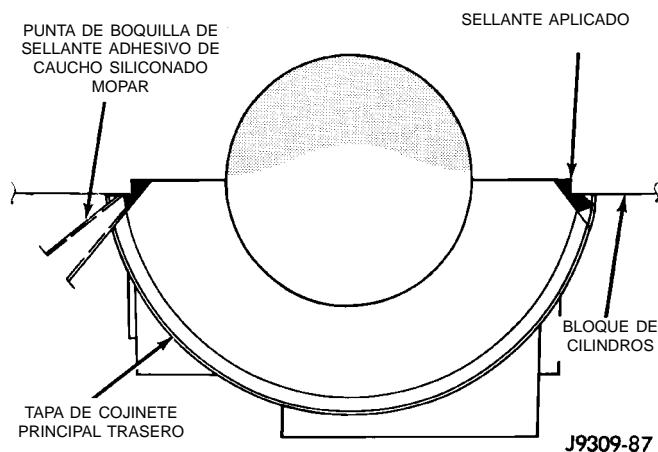

Fig. 41 Aplicación de sellante a la unión de la tapa del cojinete y el bloque
(8) Para alinear la tapa del cojinete, utilice la escotadura de la tapa, el perno de alineación y los pernos de la tapa. NO retire el exceso de material después del ensamblaje. NO golpee la tapa trasera más de dos veces para conseguir un acoplamiento correcto.
(9) Limpie y unte con aceite todos los pernos de la tapa. Instale todas las tapas de cojinetes principales. Instale todos los pernos de las tapas y apriételos de forma alterna con una torsión de 115 N·m (85 lbs. pie).
(10) Instale la bomba de aceite.
(11) Instale la cubierta de la cadena de distribución.
(12) Instale el amortiguador de vibraciones.
(13) Aplique sellante adhesivo de caucho siliconado Mopar®, o equivalente, a la unión entre la tapa del cojinete y el bloque a fin de proporcionar sellado de la tapa al bloque y el colector de aceite (Fig. 41). Aplique una cantidad suficiente de sellante hasta que sobresalga una pequeña cantidad. Retire la boquilla y